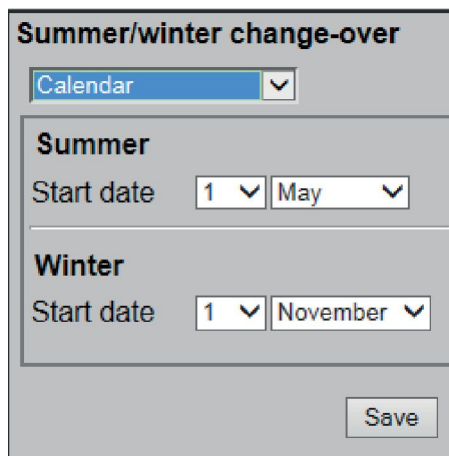

Рис. 38: Календарь
- ▶ При выборе типа управления «Календарь» также необходимо установить дату начала лета и дату начала зимы (Рис. 38).